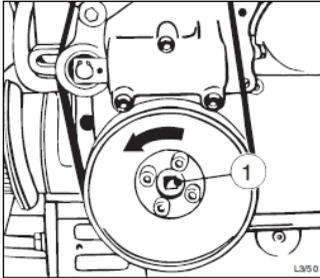

Abb. 44 – Riemenscheibe des Motors
- Den Ratschenschlüssel oder das T-Stück 1/2“ mit Verlängerung in den Innenvierkant („1“) einstecken (siehe Abb. 44).